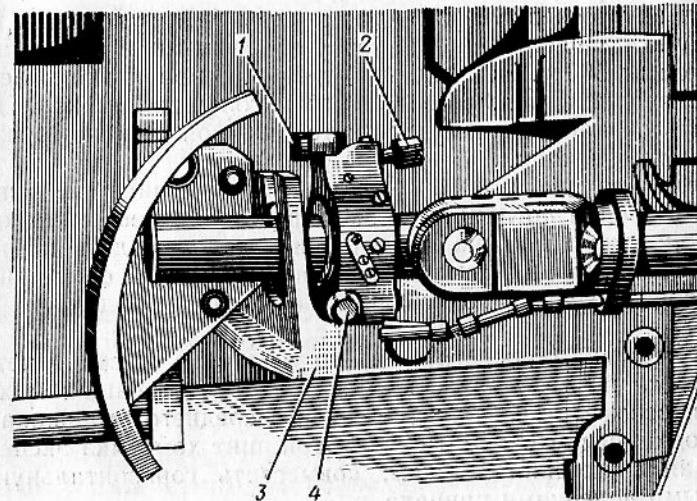

Рис. 67. Установка прицела ТШ-16:
1. Ослабить стопорную планку и вывернуть зажимной винт 2 (рис. 67) прицела настолько, чтобы подвижной зуб 1 вышел из зацепления с кронштейном 3 прицела.